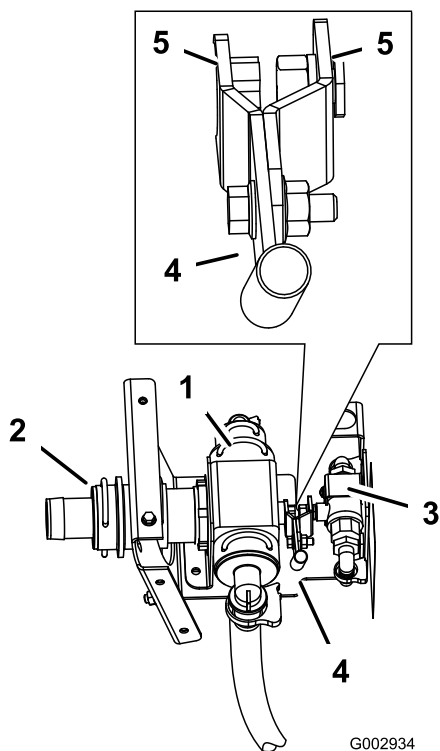

Figura 28
3. Remova o encaixe recto dentado S67 e forquilha de retenção da montagem da válvula de controlo nas peças soltas (Figura 28).
2. Ligue a extremidade do conjunto da alavanca existente no conjunto da válvula de esfera pequena, ao conjunto da válvula de controlo (Figura 28).